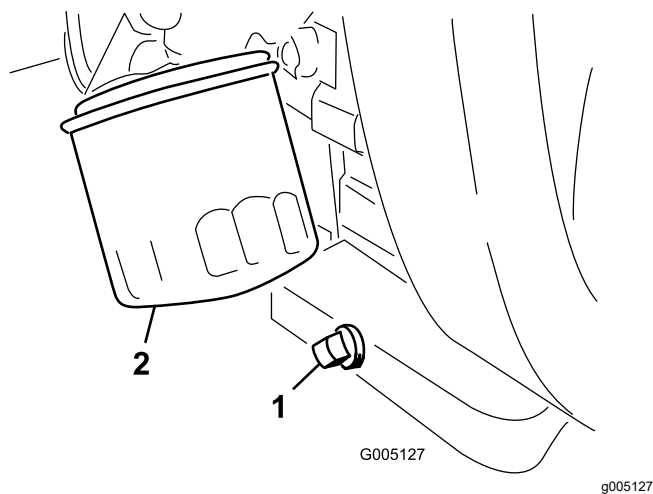

Figura 34
- Retire o tampão de escoamento (**Figura 34**) e deixe o óleo escorrer para um recipiente adequado.
2. Limpe os roscados do tampão de escoamento, aplique vedante PTFE e coloque o tampão de escoamento (Figura 34).
3. Retire o filtro do óleo (Figura 34).